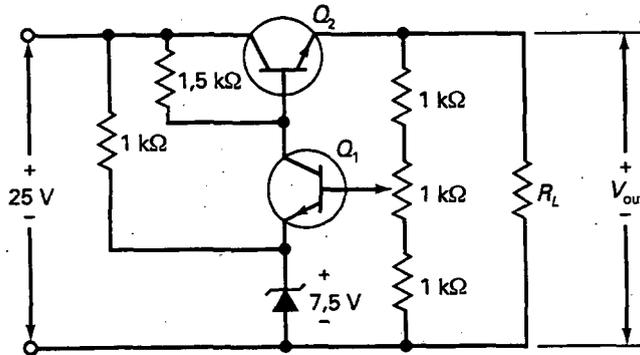

Figura 12-37
- 12-29. El potenciómetro de la Figura 12-37 puede variar de 0 a 1 kΩ. ¿Cuál es la tensión de salida cuando el potenciómetro está en su posición central?
- 12-30. ¿Cuál es la tensión de salida en la Figura 12-37 si el potenciómetro está al máximo? ¿Y si está al mínimo?